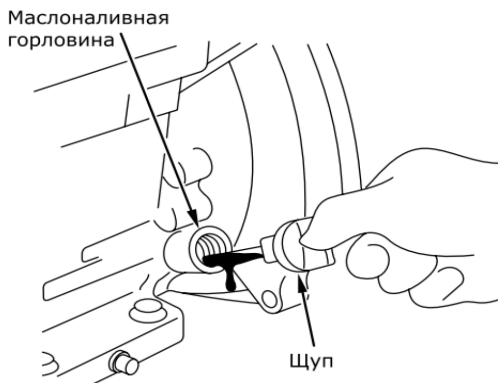

Рис. 5
- Выкрутите крышку-щуп маслозаливной горловины, извлеките щуп и протрите его сухой тканью (рис. 5).